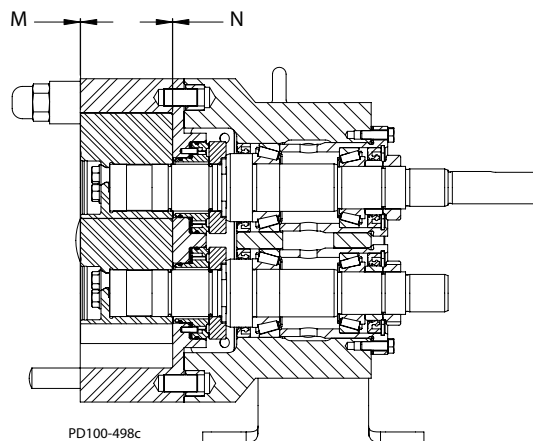

Рисунок 59 - Измерьте зазор
5. Проверьте получившиеся зазоры на передней и задней стороне (позиции М и N в Рисунок 59). При необходимости отрегулируйте прокладки.